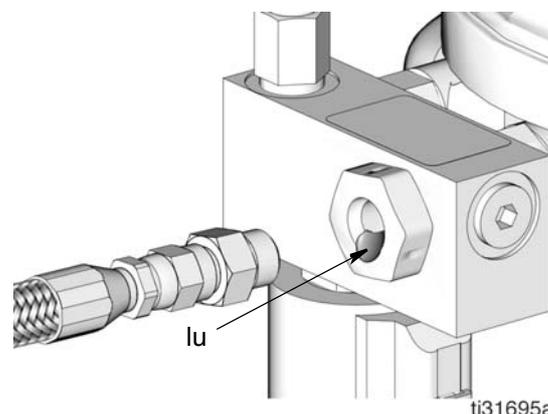

FIG. 25
2. Faire fonctionner la pompe uniquement jusqu'à ce que le lubrifiant (lu) sortant du raccord de sortie ne contienne plus d'air (FIG. 25).